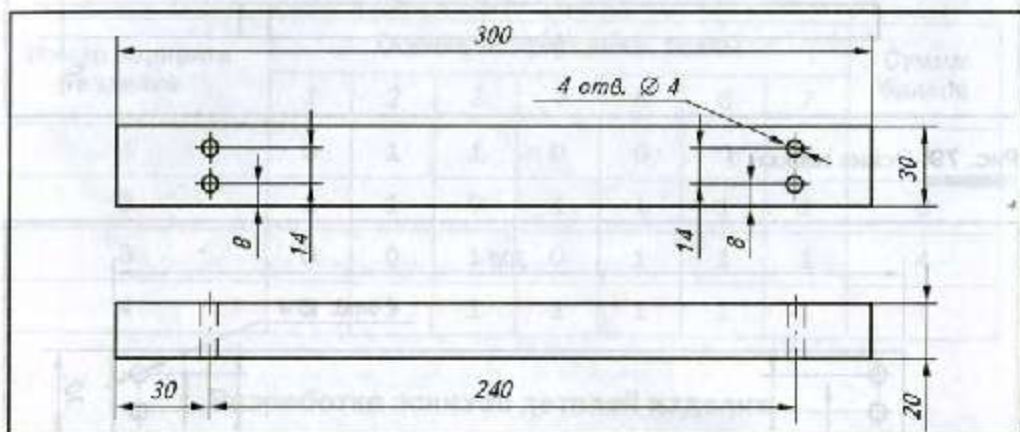

Рис. 81. Эскиз верхней планки 3
Для изготовления верхней планки 3 нужен деревянный брусок размером 310 × 35 × 25 мм (рис. 81).
3. С помощью линейки, угольника разметить карандашом центры четырёх отверстий, выдержав размер 30 мм от торца бруска (см. рис. 81).